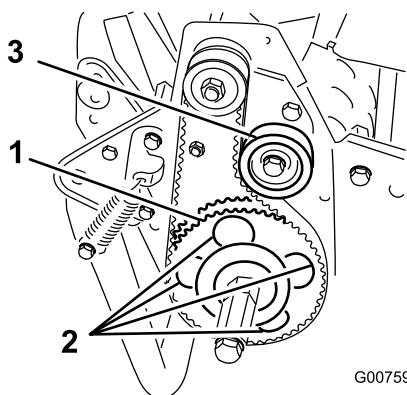

Рисунок 46
7. Поворачивайте ведомый шкив валика до совмещения с 4 винтами с буртиком подшипника валика (Рисунок 46).
11. Отрегулируйте натяжение ремня и затяните винт крепления натяжного ролика. (Рисунок 46).